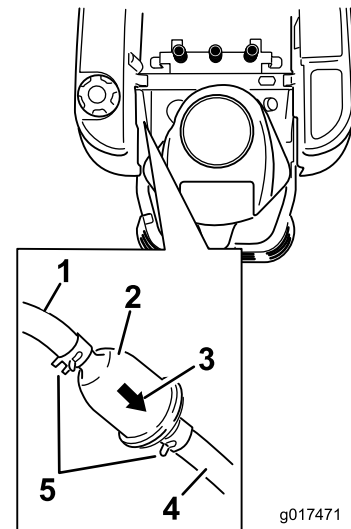

Figura 38
3. Localice el filtro de combustible en el lado izquierdo del motor, según se muestra en Figura 38.
4. Apriete los extremos de las abrazaderas y deslícelas por la manguera alejándolas del filtro (Figura 38).
6. Instale un filtro nuevo – la flecha que indica el sentido de flujo debe apuntar hacia el motor. Acerque las abrazaderas al filtro (Figura 38) para sujetarlo.